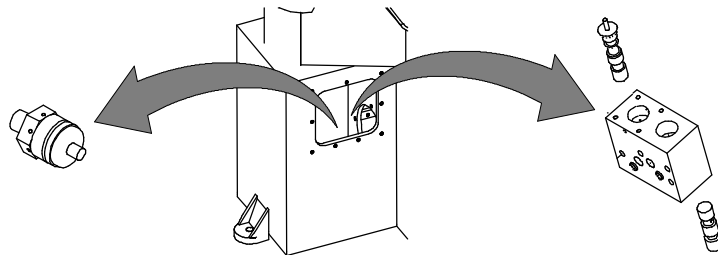

Fig. 25
a) Controlar la intervención del presostato (cód. 02003639, tablas 5-6-7) y el correcto funcionamiento de los cursores del distribuidor (cód. 01011909 + cód. 01011904, tablas 5-6-7). Controlar que no hayan impurezas que obstaculicen sus buen funcionamiento (Fig. 25).